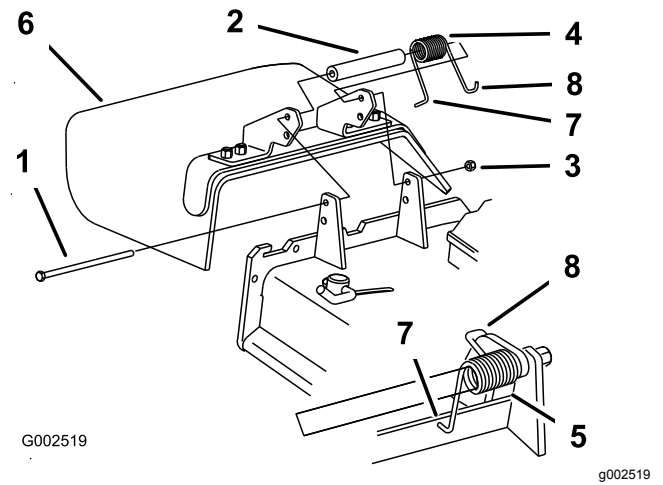

Figura 114
1. Retire la contratuerca, el perno, el muelle y el espaciador que sujetan el deflector a los soportes de pivote (Figura 114).
Nota: Asegúrese de colocar el extremo en **L** del muelle detrás del reborde de la carcasa antes de instalar el perno, según se muestra en la Figura 114.
5. Coloque el extremo en **J** del muelle alrededor del deflector de hierba (Figura 114).